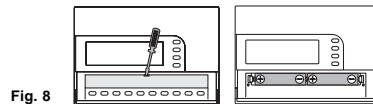

Fig. 8
1.5 - Inserting or replacing batteries (fig. 8)
1.5 - Insertion et remplacement des piles d'alimentation (fig. 8)
1.5 - Einsetzen und Auswechseln der Batterien (Abb. 8)
1.5 - Inserimento e sostituzione pile di alimentazione (fig. 8)
1.5 - Introducción y sustitución de las pilas (fig. 8)